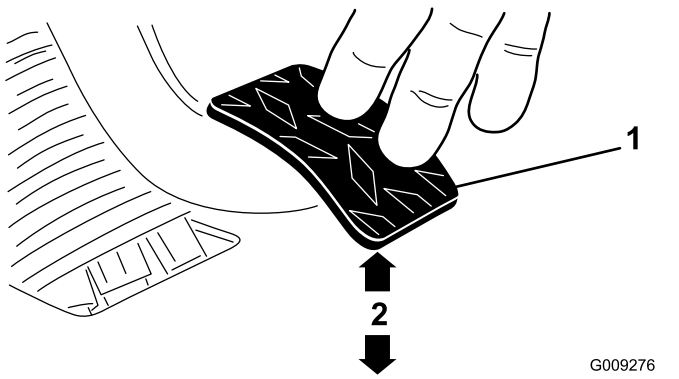

Figura 65
3. Ajuste las contratuercas o la articulación esférica hasta que el borde trasero del pedal del embrague esté a 9,2–9,8 cm del borde superior del dibujo a rombos de la chapa de suelo al aplicar una fuerza de 1,8 kg al pedal (Figura 65).